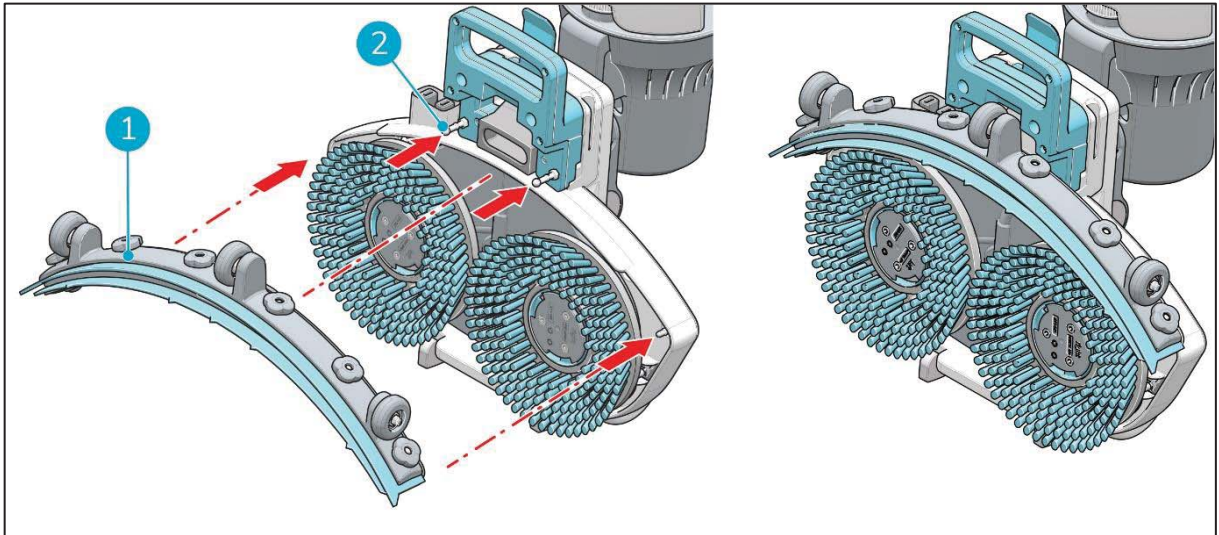

Figure 10
2. Alignez les griffes du plateau de brossage (Figure 10, pos 2) avec les trous de la raclette (Figure 10, pos 1).